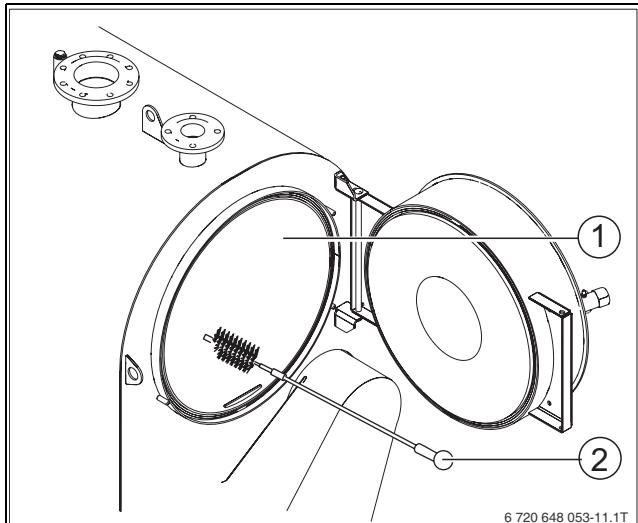
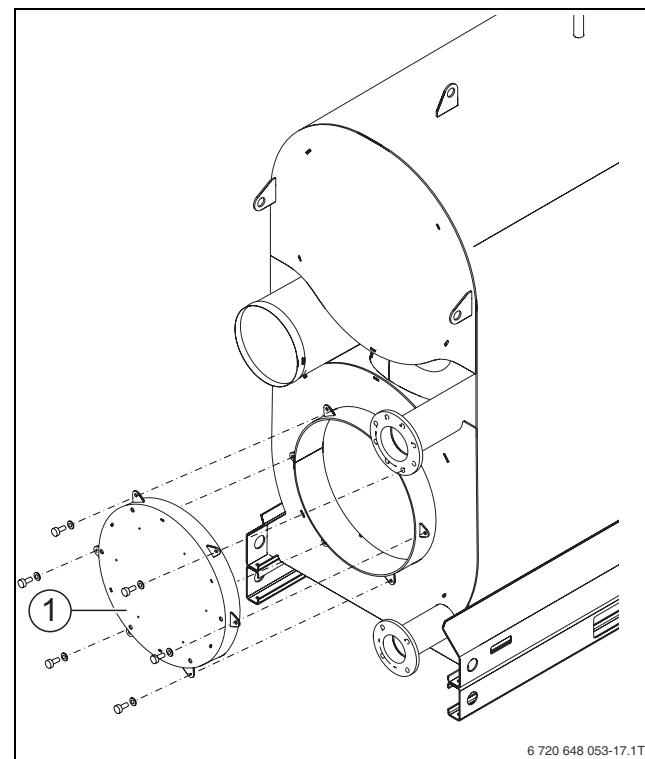

Рис. 28 Чистка поверхностей нагрева
Рис. 29 Снятие крышки обратной камеры
- ▶ Очистите поверхности нагрева камеры сгорания (→ рис. 28, [1], стр. 42) щётками (→ рис. 28, [2], стр. 42).
- ▶ Удалите нагар из камеры сгорания (→ рис. 28, [1]), из газоотводящих каналов и обратной камеры (→ рис. 29, [1]).